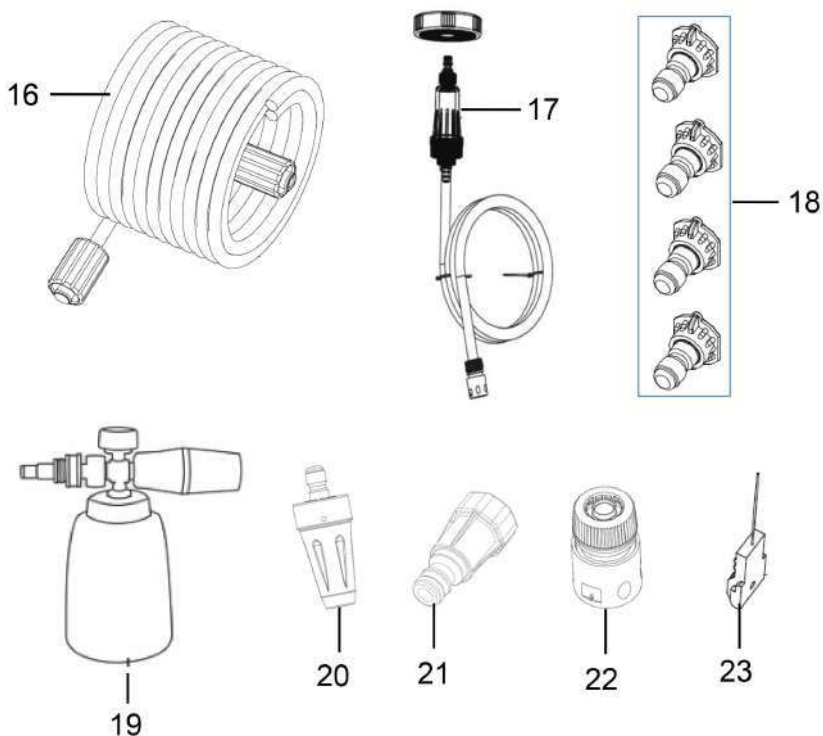

Рис. 1d
**ВНИМАНИЕ!** В модели HPW 2413IW для подключения всасывающего шланга необходимо на резьбовой входной разъем помпы накрутить фильтр предварительной очистки (Рис.1d, Поз.21), со штуцером для быстросъемного подсоединения коннектора с шлангом/